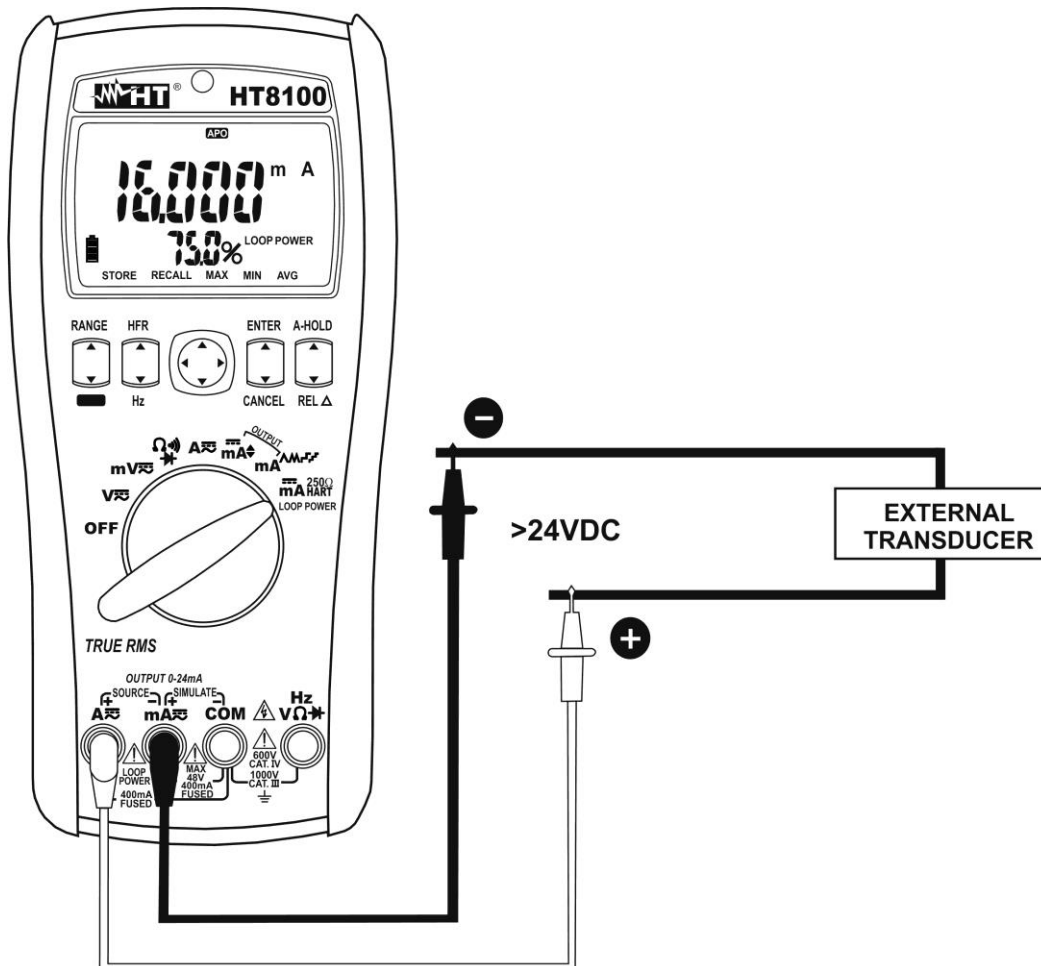

Fig. 10: Uso dello strumento per misura di corrente DC in uscita da trasduttori esterni
4. Collegare il puntale rosso ed il puntale nero al trasduttore esterno rispettando la polarità ed il verso della corrente (vedere la Fig. 10)